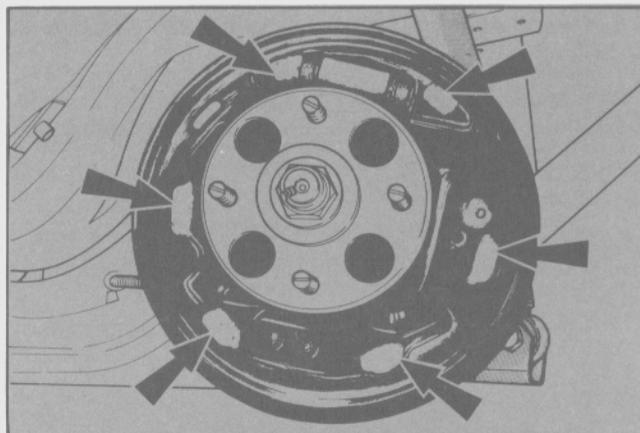

Fig. 54 - Puntos de contacto de las zapatas en el plato de anclaje
- Aplicar la grasa especificada en los seis puntos de contacto de las zapatas en el plato de anclaje (Fig. 54).